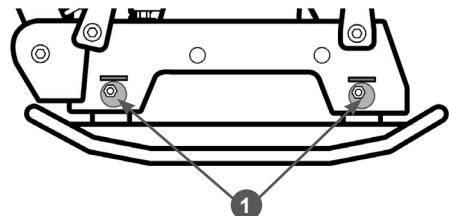

Рис. 30 Замена ремня вибратора PC1645RH
1. Ослабьте затяжку четырех гаек крепления рамы с обеих сторон виброплиты и поверните эксцентриковые шайбы 1 так, чтобы рама с двигателем опустилась вниз (Рис. 30). Благодаря этому ослабнет натяжение ремня.